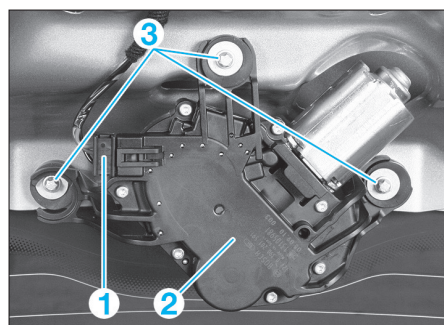

FIG. 65
- Débrancher le connecteur (1) du moteur d'essuie-vitre (2) (fig. 65).
- les trois vis de fixation (3) du moteur.